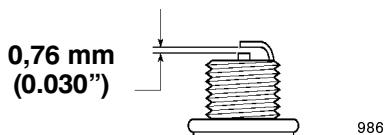

Figure 30
5. Régler l'écartement des électrodes de la nouvelle bougie à 0,76 mm (0.030") (Fig. 30).